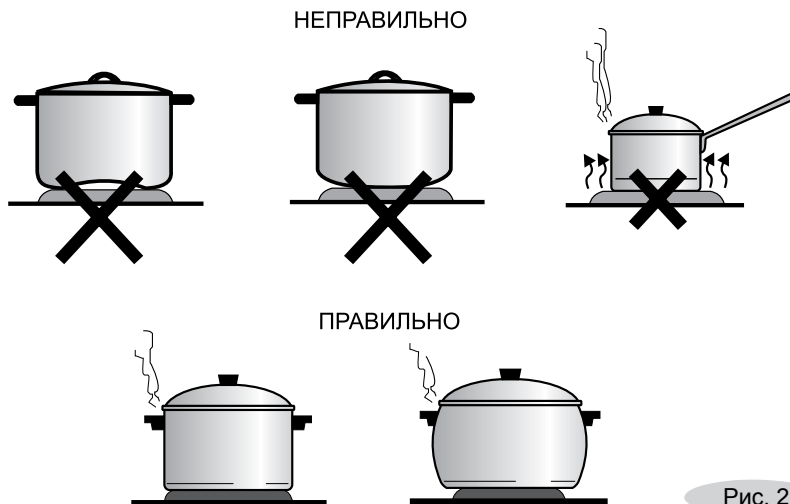

Рис. 2
- **ПОМНИТЕ!** ДЛЯ БЫСТРОГО ПРИГОТОВЛЕНИЯ ПИЩИ ПОСУДА ДОЛЖНА ИМЕТЬ ПЛОСКОЕ ДНО, ХОРОШО ПРИЛЕГАЮЩЕЕ К ПОВЕРХНОСТИ КОНФОРКИ. Диаметр посуды должен равняться или быть немного больше диаметра конфорки (рис. 2).